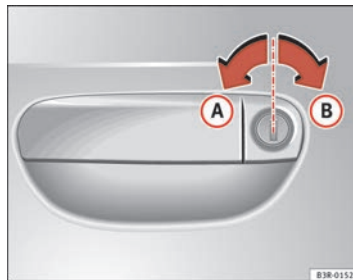

Fig. 70 Movimientos de la llave para abrir y cerrar
- Gire la llave hacia la izquierda en la cerradura de la puerta del conductor hasta alcanzar la posición de apertura **(A)** ⇒ fig. 70.
- Gire la llave hacia la derecha en la cerradura de la puerta del conductor hasta alcanzar la posición de cierre **(B)** ⇒ fig. 70 ? .
Para ello, gire la llave en la cerradura de la puerta del conductor **dos veces** sucesivamente hasta alcanzar la posición de cierre  ⇒ página 102, fig. 70.